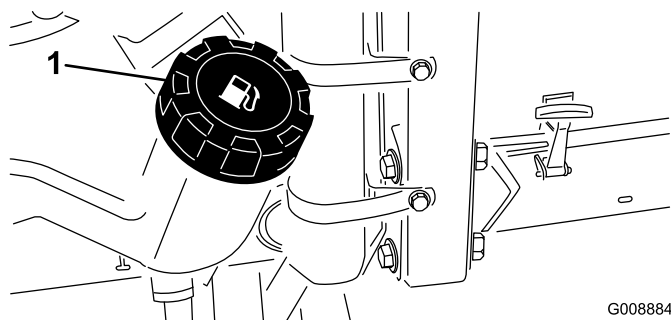

Figura 28
2. Pulite l'area circostante il tappo del serbatoio carburante (Figura 28).